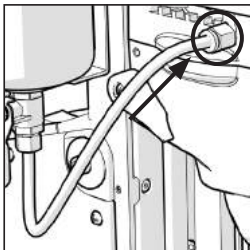

Fig. 3a
**Remarque:** Pour déverrouiller le tuyau d'alimentation du raccord rapide **(Abb.3a)** poussez le collier vers le raccord en laiton et débloquez le tuyau d'alimentation.